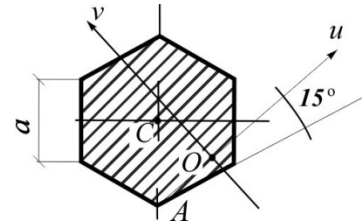

Рис.3.37
**3.37. Задан правильный шестиугольник со стороной  $a$ . Найти на оси  $u$  положение точки  $O$ , для которой оси  $v$  и  $u$  будут главными осями инерции и полярный момент инерции фигуры относительно этой точки (рис.3.37).**